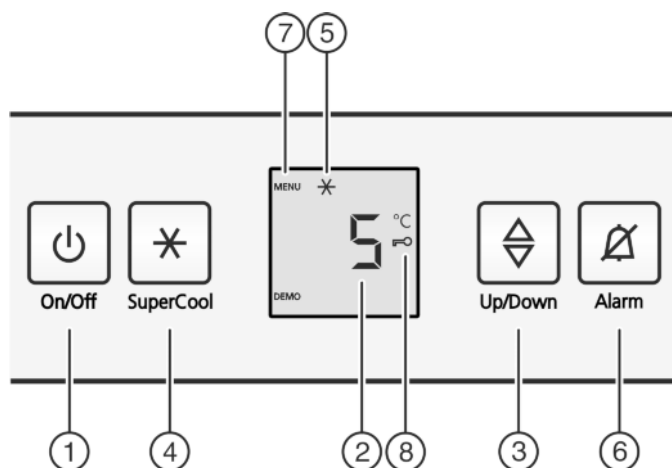

Fig. 2
- Stiskněte tlačítko On/Off Fig. 2 (1).
- Stiskněte tlačítko SuperCool Fig. 2 (4) asi na 5 sekund.
- ▷ Na displeji se zobrazí Symbol menu Fig. 2 (7).
- Potvrďte krátce tlačítkem SuperCool Fig. 2 (4).
- ▷ Na displeji svítí Symbol dětské pojistky Fig. 2 (8).
- Stiskněte krátce tlačítko On/Off Fig. 2 (1).
- ▶ Stiskněte tlačítko Alarm *Fig. 2 (6)*.
- ▶ Vyvolání funkce teploty: Stiskněte seřizovací tlačítko *Fig. 2 (3)*.
- ▶ Teplotu měňte v krocích po 1 °C: Seřizovací tlačítko *Fig. 2 (3)* stiskněte tolikrát, až na ukazateli teploty svítí požadovaná teplota.
- ▶ Krátce stiskněte tlačítko SuperCool *Fig. 2 (4)*.
- ▷ Symbol SuperCool *Fig. 2 (5)* na ukazateli svítí.
- ▷ Symbol SuperCool *Fig. 2 (5)* na ukazateli zhasne.